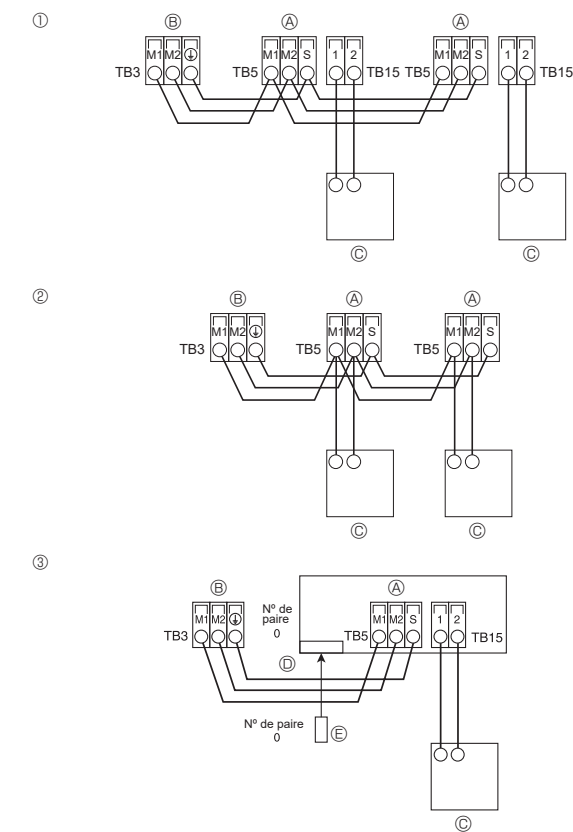

Fig. 5-3
5.3. Raccordement des câbles de la commande à distance et des câbles de transmission intérieurs et extérieurs (Fig. 5-3)